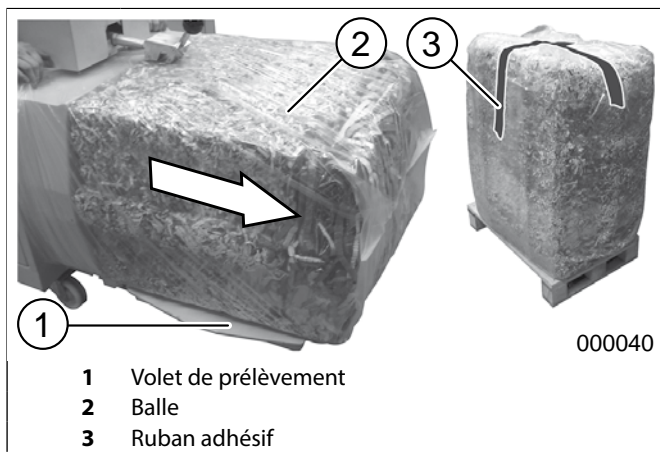

fig. 18 Éjection de la balle
3. Appuyer sur le poussoir « Avance vérin » (fig. 12/1) et le maintenir enfoncé. La balle ficelée est éjectée dans le sac en plastique qui se trouve sur le volet de prélèvement (fig. 18).
5. Replier le sac et le fermer avec du ruban adhésif (fig. 18/3). La balle peut alors être emportée.
3. Replier l'extrémité du sac et le fermer avec du ruban adhésif (fig. 18/3). La balle peut alors être emportée.